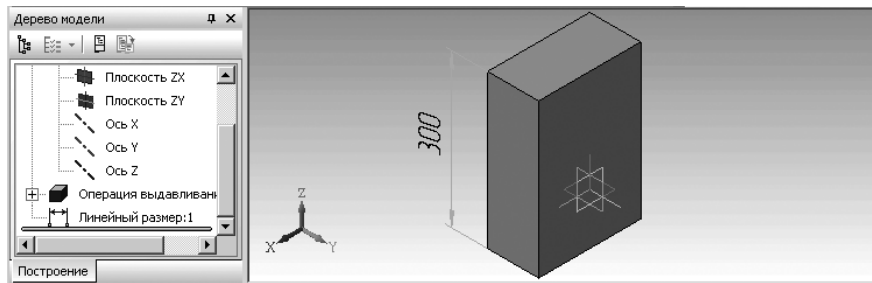

Рис. 1.113. Результат простановки линейного размера – высоты трехмерной модели
- переместите указатель мыши на одну из характерных точек, стоящих по концам размера (точке перемещения объекта), нажмите левую клавишу мыши, переместите фантом размера (обозначения) в нужное вам место, а затем опустите левую кнопку мыши. Возможное представление высоты нашей модели показано на рис. 1.113.